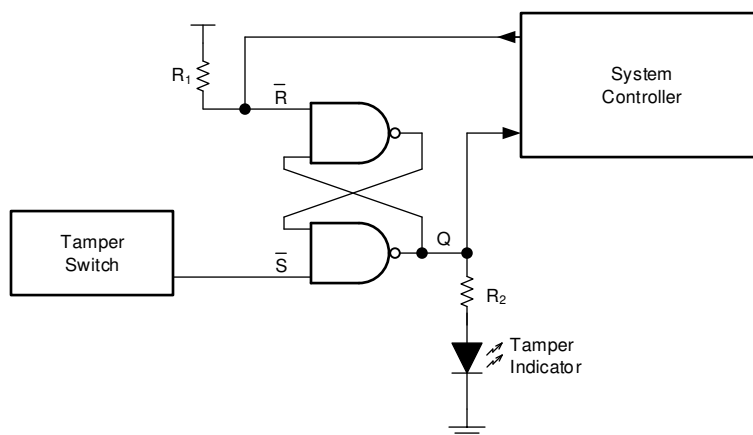

图 8-1. 典型应用框图
图 8-1 展示了如何在此应用中使用 SN54SC4T00-SEP 将 1.8V 信号升压转换为 3.3V 以驱动 LED。SN54SC4T00-SEP 不会限制输出电流，因此可以使用添加的输出电阻器来提供适当的电流限制。电阻值 (R) 应使用以下公式由 LED 的正向电压 (V_D) 和通过 LED 的所需正向电流 (I_D) 确定： $R = (V_{CC} - V_D)/I_D$ 。